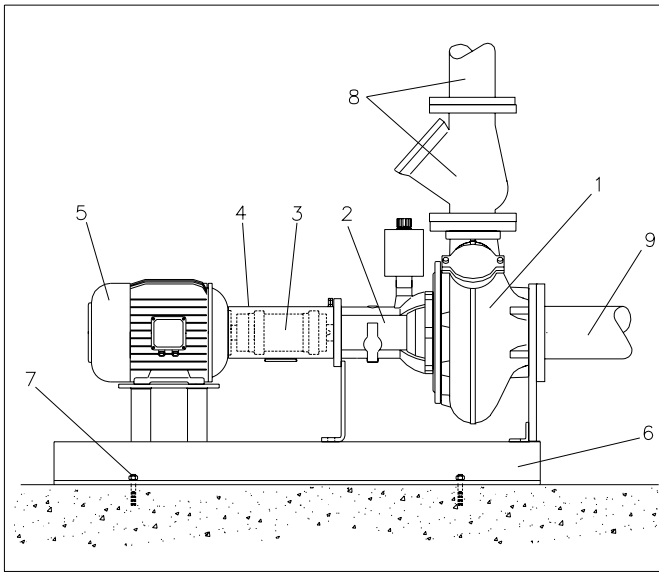

Fig. 7.1
Voir fig. 7.1.
- fixation du châssis au sol, voir fig. 7.1 pos. 7.
Enlevez le capot de protection (voir fig. 7.1 pos 4).